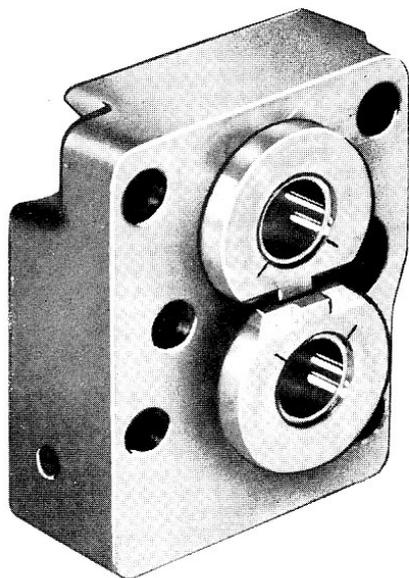

Fig. 20
- 2° Mettre en place dans le flasque de pompe (côté opposé au bouchon ALLEN) les 2 manchons inférieurs (fig. 20).